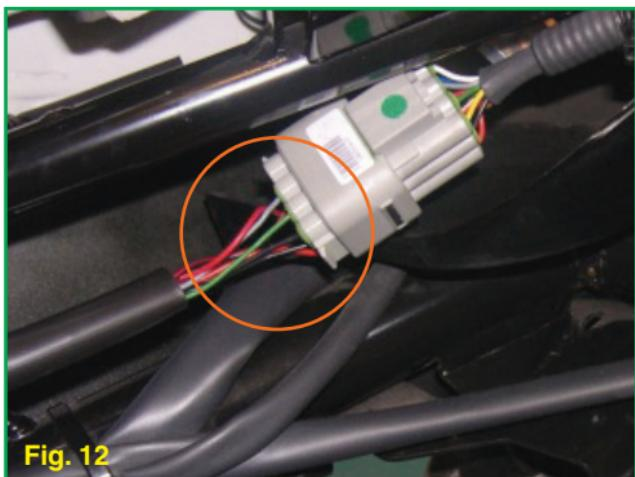

Fig. 12
- Cartographie “B” véhicule (cartographie à zéro). Couper le câble gris du câblage (Fig. 12).